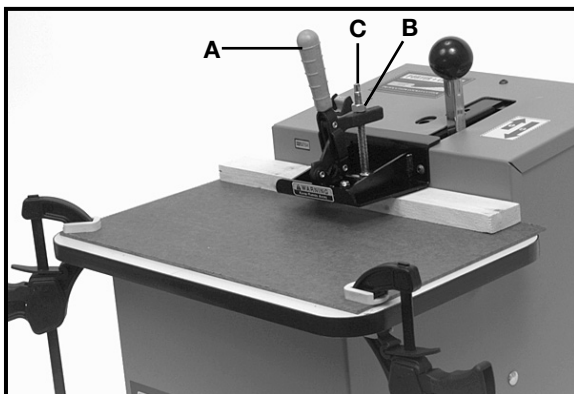

Fig. 18
IMPORTANTE: El uso de material delgado (de un espesor de entre $\frac{1}{2}$ " y $\frac{5}{8}$ ") **requiere** una calza (plancha de relleno). Haga la calza de un material (madera dura o triplay) de un espesor de $\frac{1}{8}$ ". La calza debe ser aproximadamente del mismo tamaño del tablero. Engrape (sujete) firmemente la calza en la superficie superior del tablero (vea la Fig. 18). Coloque la pieza delgada de trabajo arriba de la calza, sujétela con la abrazadera de trabajo y haga el corte de bolsillo en la manera normal (cortará una ranura en la calza también).
1. Ponga el trabajo debajo de la abrazadera de trabajo (vea la Fig. 18).
2. Empuje la palanca roja (A) Fig. 18, hacia adelante para cerrar la abrazadera.
4. Dé vuelta a la tuerca fijadora (B) Fig. 18 en el sentido contrario a las manecillas del reloj para aflojarla.
Para aflojar la abrazadera, dé vuelta al conjunto de tornillo abrazador (C) Fig. 18, en el sentido contrario a las manecillas del reloj.
Para apretar la abrazadera, dé vuelta al conjunto de tornillo abrazador (C) Fig. 18, en el sentido de las manecillas del reloj.